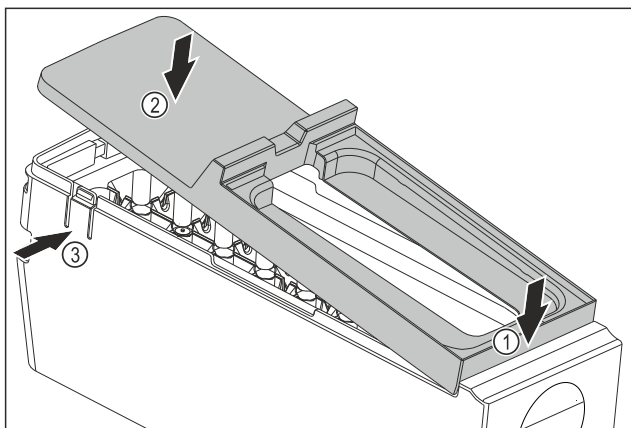

Fig. 92
- ▶ Монтаж на капака на корпуса на EasyTwist-Ice: Поставете капака отпред. Fig. 92 (1)
- ▶ Спуснете капака отзад. Fig. 92 (2)
- ▷ Капакът се фиксира с щракване в двете езичета Fig. 92 (3).